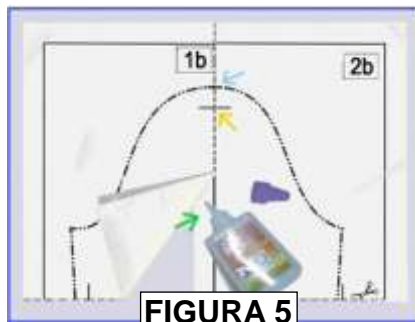

FIGURA 5
3) **FIGURA 5** - Una as folhas, com cuidado para que a borda cortada (que ficará por cima) coincida com precisão sobre a linha do boxe e para que as farpas de união fiquem juntas umas às outras.